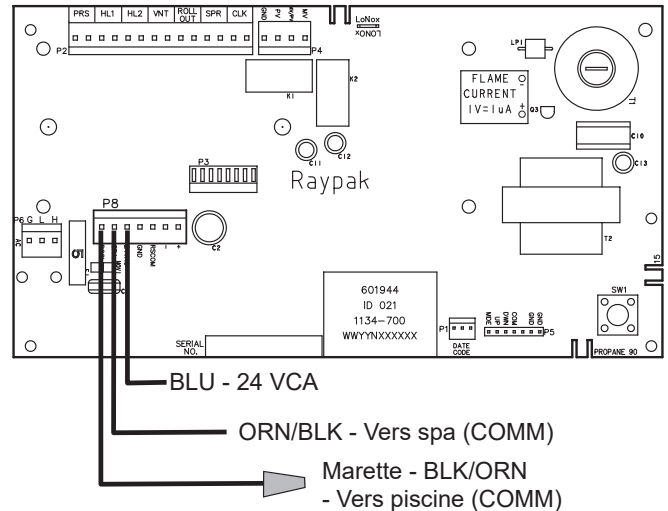

Figure 55. Connexion du harnais de câble d'un thermostat à 2 fils au connecteur P8
7. Connectez le harnais de câble à 7 broches pour thermostat externe au connecteur P8 et mettez l'appareil à ON, voir **Figure 55**.